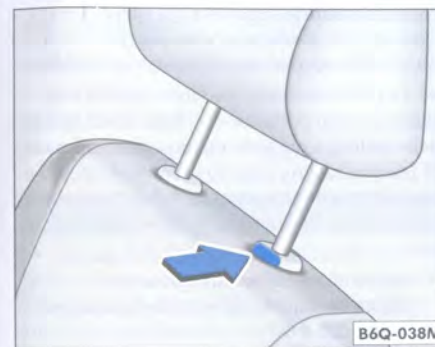
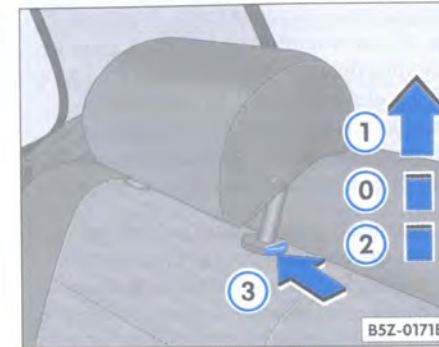

Fig. 65 Ajuste o retire los apoyos para cabeza delanteros
Fig. 66 Regular o desmontar los apoyos para cabeza traseros
- Mueva el apoyo para cabeza hacia arriba o hacia abajo ⇒ fig. 66, hasta alcanzar la altura correcta ⇒ página 84, "Ajuste correcto de los apoyos para cabeza" ⇒ ⚠. El apoyo para cabeza tiene 3 posiciones específicas para utilización ①, ② y ③.
- Posición mínima de uso ⇒ fig. 66 ①. Siempre que haya pasajeros en el asiento trasero, los apoyos deben ser levantados hasta esta posición, que es determinada por el primer nivel de encastre "haga clic" en las varillas de soporte.
- Posición de uso ⇒ fig. 66 ②. A partir de la posición "0", los apoyos deben ser ajustados hacia arriba, de acuerdo con la altura del pasajero.
- Posición de reposo ⇒ fig. 66 ③. Presione la traba ③ para bajar totalmente el apoyo ⇒ ⚠.
- Presione la traba, ⇒ fig. 65 en el sentido de la flecha, para los asientos delanteros o presione la traba, ⇒ fig. 66 ③ en el sentido de la flecha, para el asiento trasero.
- Empuje el apoyo para cabeza hacia abajo, presionando la traba ⇒ página 85, fig. 65, en el sentido de la flecha, para los asientos delanteros o ⇒ página 85, fig. 66 ③, en el sentido de la flecha, para el asiento trasero. En el asiento trasero, el apoyo para cabezas debe ajustarse en la posición mínima de uso ① ⇒ ⚠.